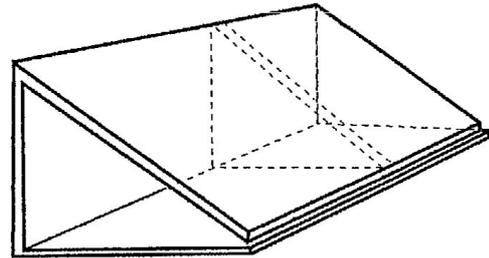

Abb. 3
3. Man ritze, falze und klebe den Museumskarton. Bei grösseren Formaten wird eine Verstärkungs-strebe eingebaut (Abb. 3).
5. Bücherstützen für grössere Bücher sollten aus Stabilitätsgründen in den Keilen eingebaute Verstärkungsstreben haben (Abb. 3).